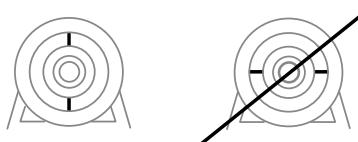

Рис. 11
**Внимание!** Перед подключением фильтра к водопроводу, обратите внимание на положение фитинга: (рис. 11) - фитинг зафиксирован в посадочном месте или фитинг не зафиксирован в посадочном месте.